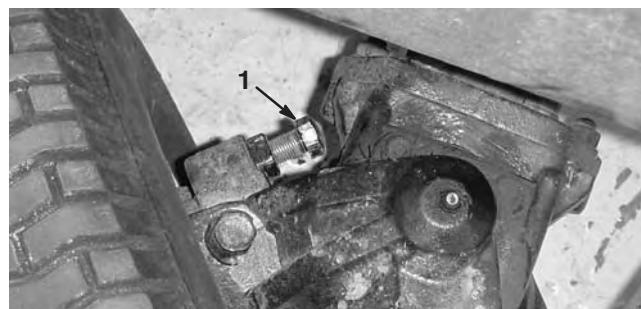

Figure 67
1. Vissez ou dévisser les boulons jusqu'à ce que l'écart correct soit obtenu (Fig. 67).